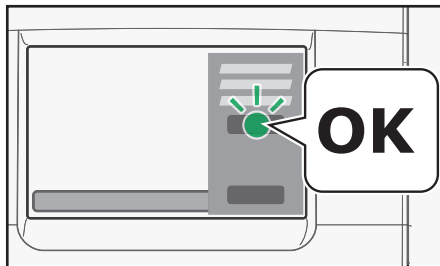

Fig. 5.6 - Trykk på OK under skylling/komplett rengjøring
8. Trykk på "OK" for å bekrefte (fig. 5.6) at Rinza rengjøringsstablettene er satt i og at beholderen er plassert.
9. Trykk på "OK" for å starte skylling med varmt vann. (fig. 5.6).